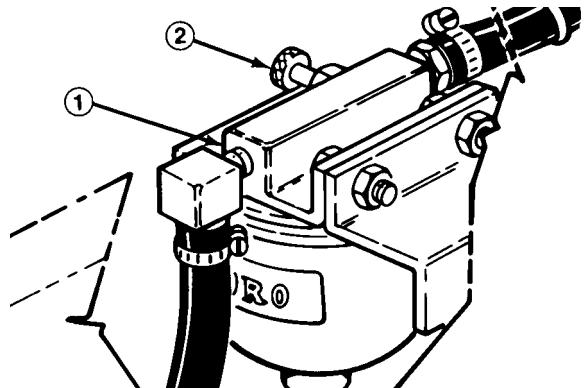

Bild 12
- Die Entlüftungsschraube oben am Kraftstofffilter/Wasserseparatoren (Bild 12) aufbrechen.